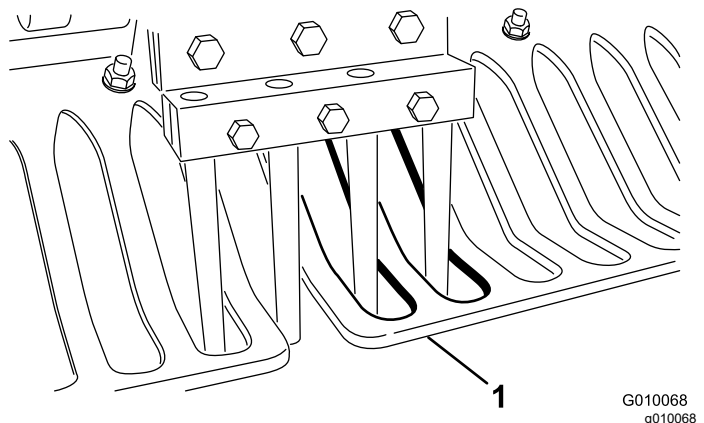

**Bild 183**
2. Lösen Sie die Kopfschrauben und Sicherungsbundmutter, mit denen die Seitenabdeckung am Aerifizierkopfrahmen befestigt ist (Bild 183).